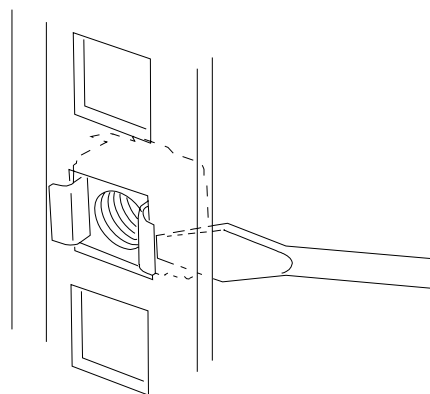

Figure 19: Insertion d'un écrou en cage
3. Insérez deux écrous en cage (F), tel que représenté dans l'illustration ci-dessus : le premier dans l'orifice juste au-dessus du rail de support et l'autre huit orifices au-dessus. Insérez les écrous en cage dans le rail de montage avant comme suit (consultez la section 'Figure 19: Insertion d'un écrou en cage') :